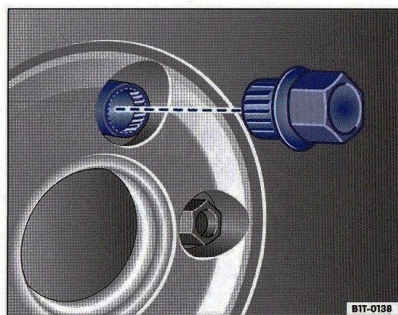

Fig. 32 Înlocuirea roții: Prezoane de roată antifurt și adaptor
- Împingeți adaptorul până la capăt, pe prezon ⇒ pagina 80, fig. 32".